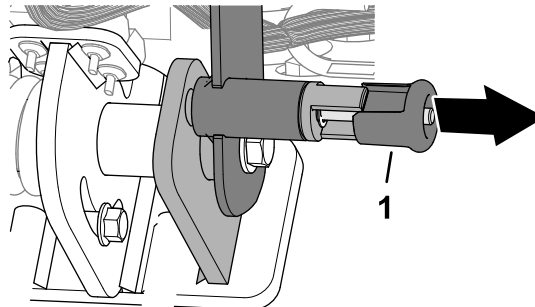

Figura 67
1. Trageți de butonul pentru elementul de blocare barei de ghidare (Figura 67).